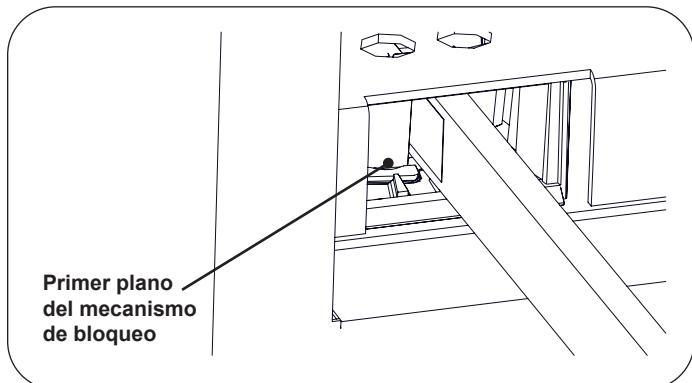
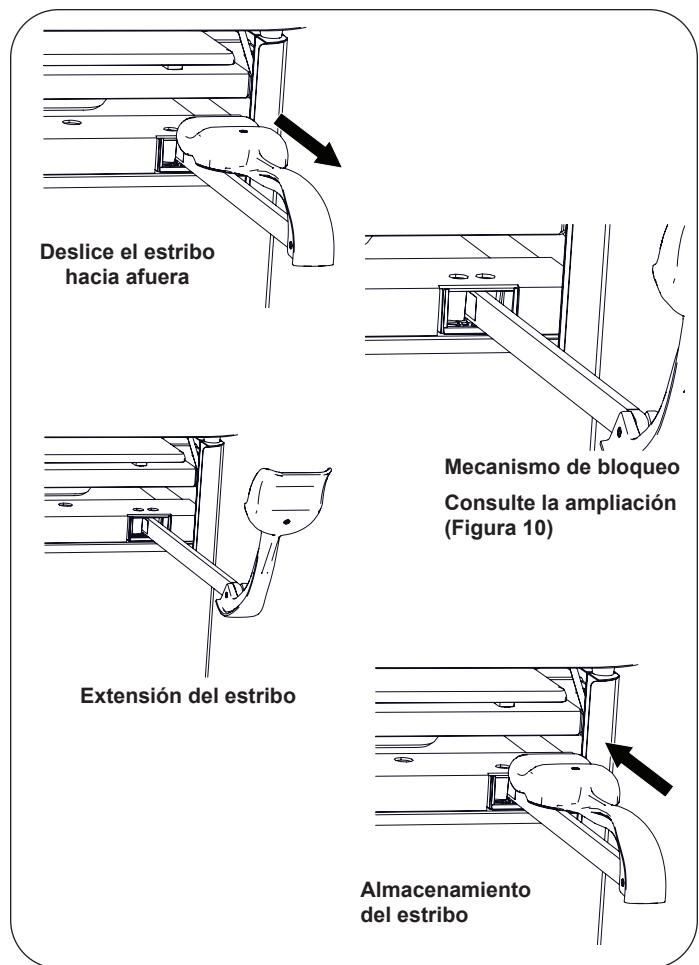

Figura 10. Mecanismo de bloqueo del estrío
Figura 11. Estríos
1. Para operar los estríos, agarre el extremo del estrío y tire de él directo hacia fuera de la mesa (Figura 10). Levante levemente mientras desliza el estrío hacia fuera.
2. Cuando se alcanza la posición deseada, baje el estrío para enganchar el mecanismo de bloqueo lateral (Figura 10 y Figura 11).